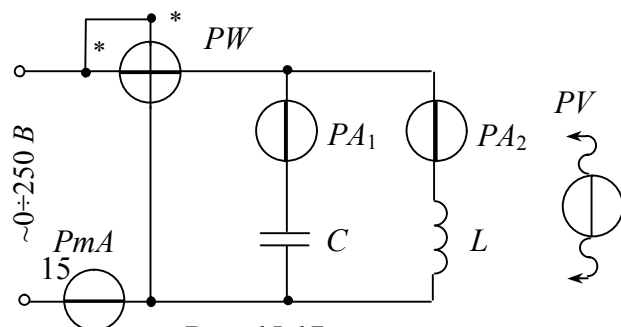

Рис. 15.17
1. Скласти електричне коло (рис.15.17) і під'єднати його до клем штативу  $\sim 0 \div 250 \text{ В}$ . Перемикач ЛАТР встановити в положенні  $0 \div 250 \text{ В} <\sim>$ .